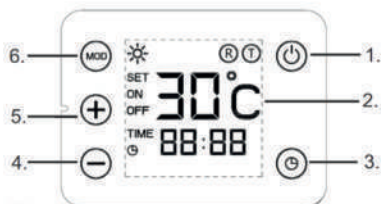
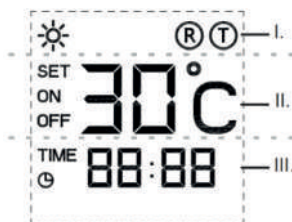

Figure 2
Figure 3
DESCRIPTION DU PANNEAU DE CONTRÔLE - VOIR FIGURE 2
DESCRIPTION DE L'AFFICHAGE LED - FIGURE 3
1. Pour allumer l'appareil, appuyez sur le bouton d'alimentation ON / OFF (Figure 2, pos. 1). Pour éteindre l'appareil, appuyez de nouveau sur le bouton d'alimentation ON / OFF (Figure 2, pos. 1), puis l'inscription OFF reste allumée pour indiquer que l'appareil est en mode veille.
- Appuyez sur le bouton de mode (Figure 2, pos. 6) pour choisir entre le mode de température ambiante (lettre R) et le mode chauffe-serviettes (lettre T), l'icône correspondante s'allumera. Ensuite, configurez :
- Si vous choisissez T, l'écran LED (Figure 2, pos. 2) affiche la température de la surface du porte-serviettes. Appuyez sur le bouton plus (Figure 2, pos. 5) ou sur le bouton moins (Figure 2, pos. 4) pour régler la température du porte-serviettes dans la plage de 40 à 70 degrés Celsius. L'affichage clignotera et sortira après 5 secondes.
- Après 2 minutes d'inactivité de l'affichage (Figure 2, pos. 2), seules les icônes « ON » et « T » du mode porte-serviettes seront affichées, il entre en état semi-éclairé.
- Si vous choisissez R, l'écran LED (Figure 2, pos. 2) affiche la température actuelle de la pièce.
- Appuyez sur le bouton plus (Figure 2, pos. 5) ou sur le bouton
moins (Figure 2, pos. 4) pour régler la température souhaitée dans la pièce dans la plage de 0 à 37 degrés Celsius. L'affichage clignotera et sortira après 5 secondes.
- Pour activer la minuterie, appuyez sur le bouton de la minuterie (Figure 2, pos. 3) sur le panneau de commande. L'indication de la minuterie apparaîtra sur l'affichage dans la zone de la Figure 3, pos. III. Appuyez sur le bouton plus (Figure 2, pos. 5) ou sur le bouton moins (Figure 2, pos. 4) pour régler le temps de compte à rebours entre 1 heure et 24 heures. L'affichage montre le temps dans l'ordre décroissant lorsque l'appareil s'éteindra automatiquement.
- En cas d'inactivité pendant 2 minutes, l'écran LED (Figure 2, pos. 2) se met en mode d'économie d'énergie, toutes les icônes sont éteintes, « ON » est allumé uniquement comme indicateur de puissance. Ensuite, si une touche est enfoncée, l'écran LED (Figure 2, pos. 2) s'allume à nouveau.